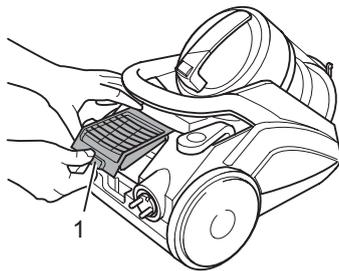

Abb. 33
2. Entriegeln Sie die Ausblasfilter-Abdeckung am dafür vorgesehenen Eingriff (Abb. 33/1) und entnehmen Sie diese.